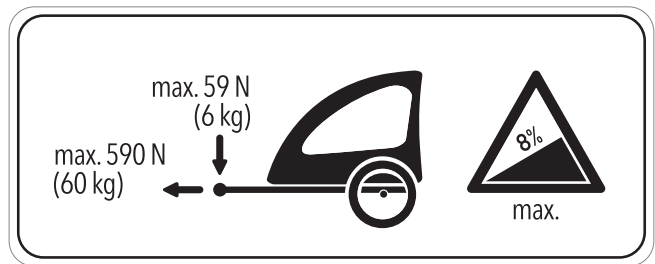

Abbildung 56:
- Abbildung 56: Hinweisschild Anhänger, 108